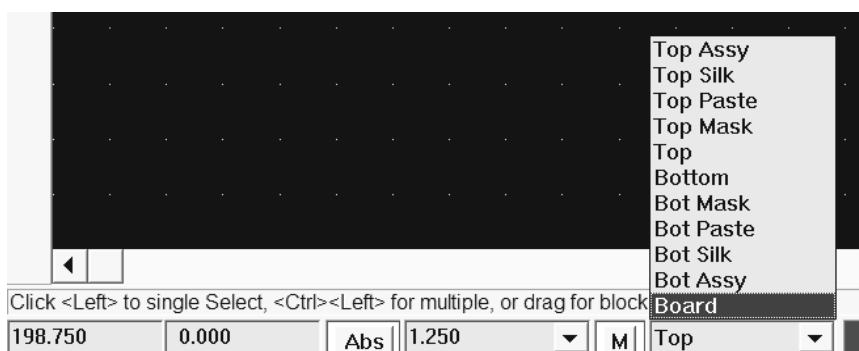

Рис.1.7.Изменение рабочего слоя
5. Задавать границы печатной платы необходимо в слое Board, вычерчивая их при помощи команды Place/line(рис.1.7).